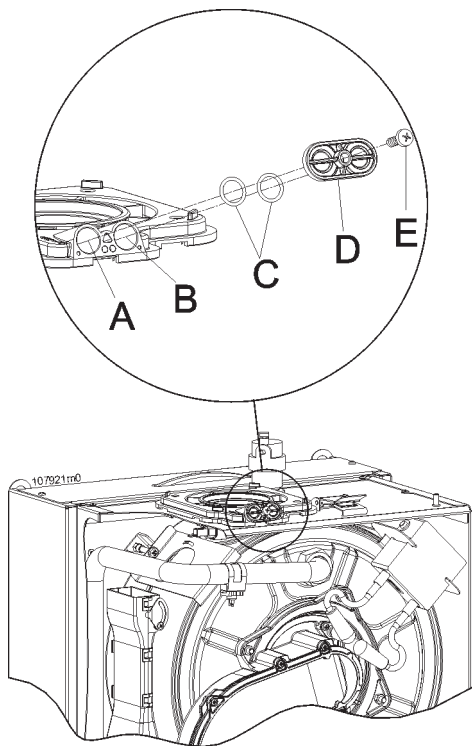

Figura 37 - Prese di analisi combustione
- collegare un analizzatore di combustione nella apposita presa sul raccordo di scarico fumi "B" di figura 37;